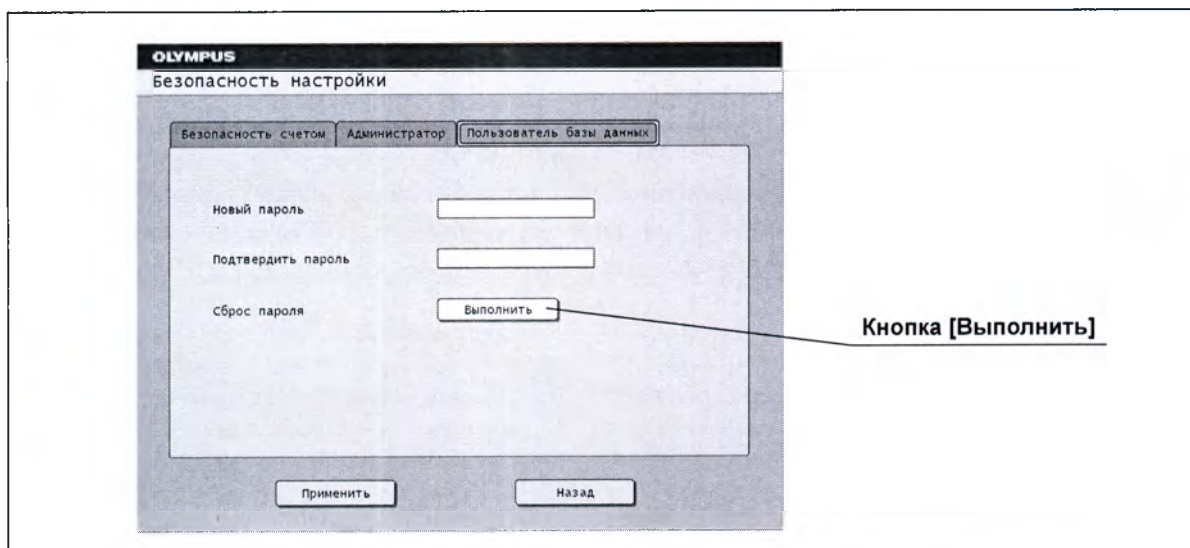

Рисунок 4.32
- 1 Открыв меню Security setup (Настройка безопасности), выберите вкладку [Database user] (Пользователь базы данных). (см. рис. 4.32)